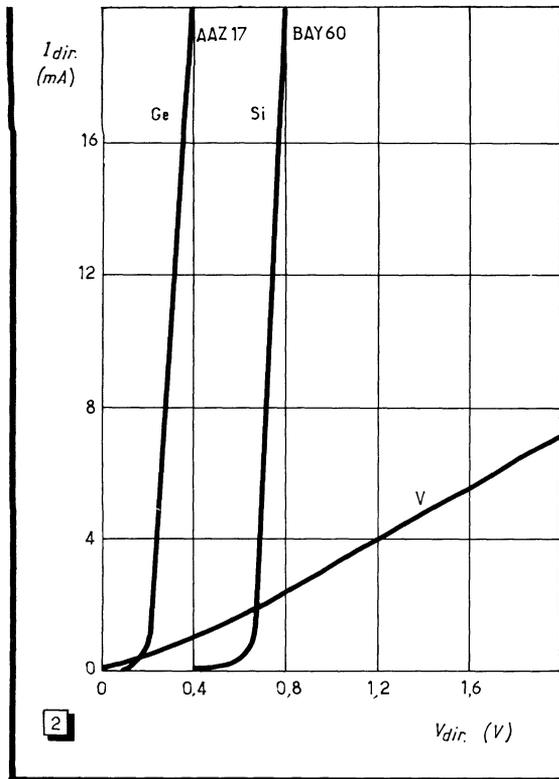

Fig. 2. — Courbes donnant le courant en fonction de la tension (sens direct) pour des diodes au germanium (Ge), au silicium (Si) et à vide (V).
Les figures 2 et 3 montrent, avec des échelles linéaire et logarithmique pour les intensités, les courbes qu'on a relevées, avec ce montage, sur une diode au germanium (Ge), une autre au silicium (Si) et sur une diode à vide (V), toutes trois destinées à un même usage (redressement de signaux faibles). On voit que le coude de départ, exponentiel, est très peu accusé dans le cas de la diode à vide, et à partir de 0,8 V environ, le courant suit à peu près linéairement la tension. Les courbes des diodes Ge et Si ont à peu près la même allure, mais se distinguent par leur seuil